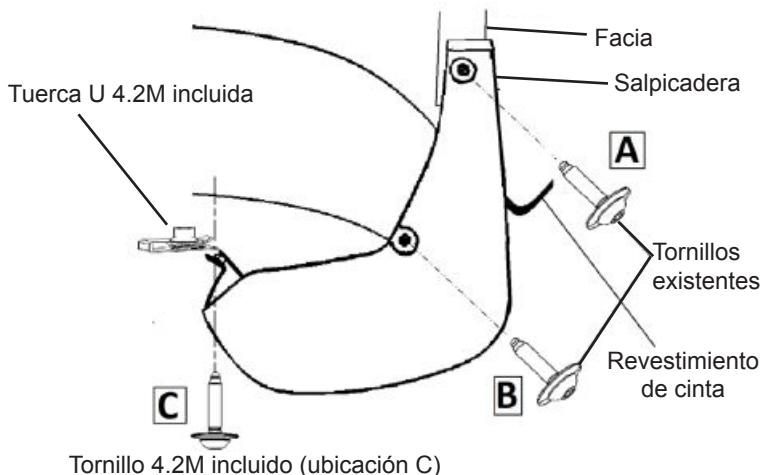

Figura 3
1. Retire los tornillos existentes, ubicaciones **A** y **B**. Vea la **Figura 1** para el lado izquierdo y la **Figura 3** para el lado derecho.